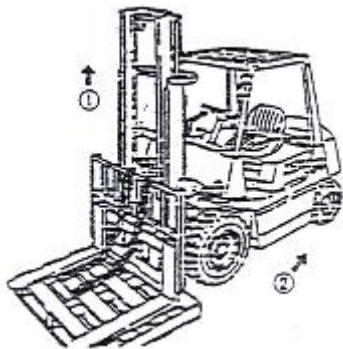

Figura 2-20
- (1) Coloque un palé en las horquillas y estacione el camión en una superficie nivelada.
- (2) Baje las horquillas y el palé al suelo.
- (3) Desmonte el accesorio del extremo superior de la cadena y retire la cadena del piñón.
- (4) Mástil interior para elevación (elemento °C en la figura 2-20).
- (5) Después de confirmar que el carro de horquillas se ha desacoplado del mástil exterior, invierta el sentido de giro de la carretilla elevadora (Figura 2-20, elemento °C).
- (6) Reemplace el rodillo principal